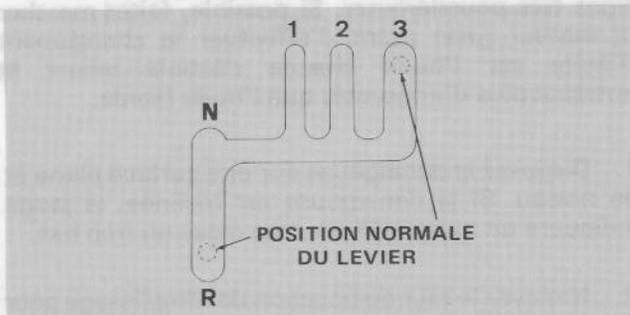
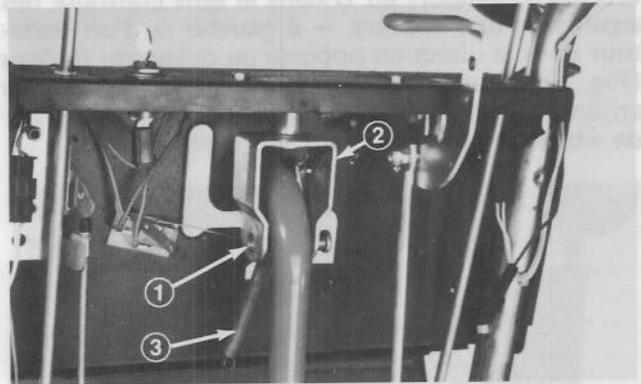

Figure 16
Figure 17
1. Mettez le levier de vitesse en "troisième" et vérifiez la position du levier (Fig. 16). Le levier devrait être en position normale (Fig. 16). Placez le levier en position de "marche arrière" et relâchez le levier. Le levier devrait revenir librement au point mort (position N). S'il ne revient pas à cette position, passez à l'étape 2 et réglez le support-pivot en U qui retient le levier de vitesse (Fig. 17).
2. Passez en "première", puis enlevez la goupille fine, la rondelle plate et la cheville d'étrier qui retiennent le levier de vitesse en place (Fig. 17). Ensuite, écarter du support en U le levier de vitesse et faites tourner le support-pivot d'un tour complet (Fig. 17). Réinstallez alors le levier de vitesse.
Remarque: Tournez le support-pivot en U dans le sens des aiguilles de la montre — à droite — pour abaisser le levier de commande des roues et en sens inverse — à gauche — pour relever le levier (Fig. 17).
1. Mettez le moteur en marche, passez en marche arrière et relâchez le levier. Le levier devrait revenir au point mort (N). S'il ne revient pas, arrêtez le moteur, enlevez la goupille fine, la rondelle plate et la cheville d'étrier qui retiennent le levier de vitesse, écarterez le levier du support-pivot en U et tournez le support en U dans le sens contraire des aiguilles d'une montre — à gauche — d'un demi-tour dans la direction opposée au dessus du tableau (Fig. 17). Essayez de nouveau de passer en marche arrière. Baissez le support jusqu'à ce que le levier de vitesse revienne au point mort (N)(Fig. 19).